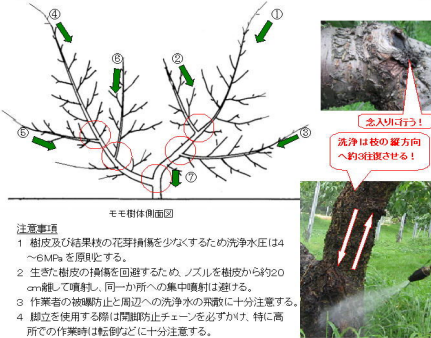

図1 モモ樹皮洗浄の目安
- (1) 樹種別の高圧洗浄処理では、植栽本数や樹齢、樹の大きさや栽培法によって条件が異なる（表1）。
- (2) 効率的・効果的な洗浄処理は、樹種の樹皮条件によって異なる（図1～図7）。